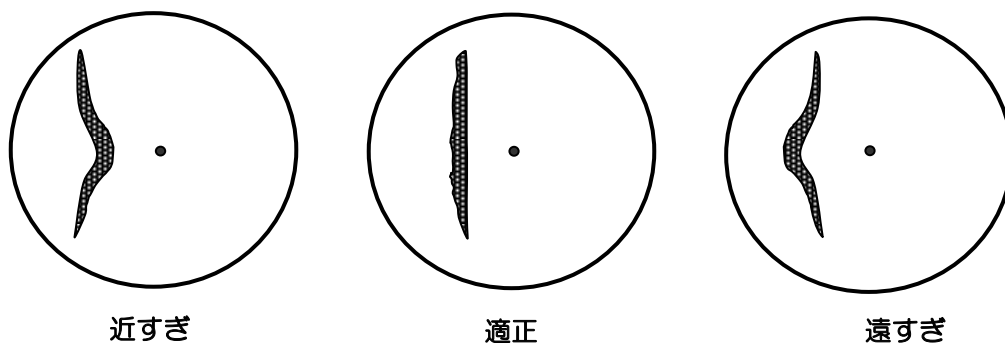

図 4.1 映像距離調整による映像変化
- (1) **送信**状態で 0.25NM レンジに設定します。
- (2) **メニュー**キーを押して、トラックボールで [メンテナンス] => [設置時メニュー] => [距離調整] => [数値入力枠] を表示します。
- (3) トラックボールを上下に操作して数値を変化させ、図 4.1 の“適正”のように直線状の物標が画面上で直線に表示されるように調整してください。
- (4) **決定**キーを押して、調整を終了してください。